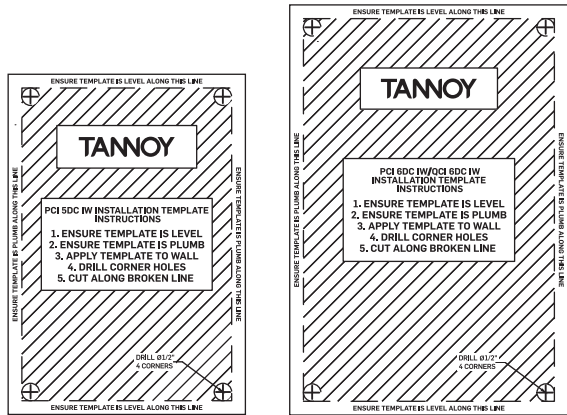
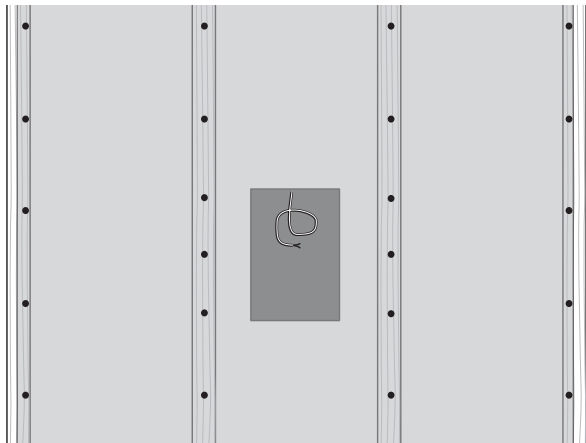

Fig. 1. Cutout Templates
Fig. 2. Drywall Cutout centered between Wall Studs
2. Use os modelos de recorte fornecidos (Fig. 1) no local desejado e corte cuidadosamente um orifício na parede de gesso usando uma ferramenta de mão adequada. Remova qualquer poeira e detritos do orifício (Fig. 2).